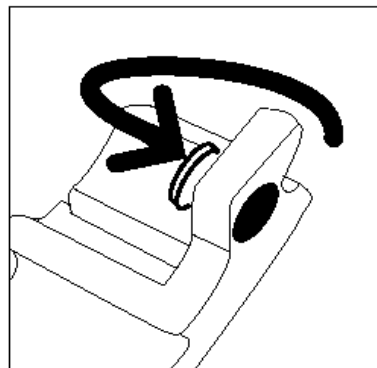

Figure 23 : Mise en place du bouchon sur le récupérateur
- 6** Placez le bouchon sur l'ouverture, à l'arrière du récupérateur (voir la figure 23), pour éviter de répandre du développeur.